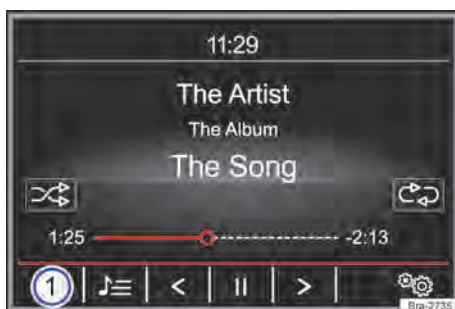

Fig. 124 Menu principal MEDIA.
- Tocar na superfície de função → Fig. 124 ① e selecionar **[áudio BT]**.